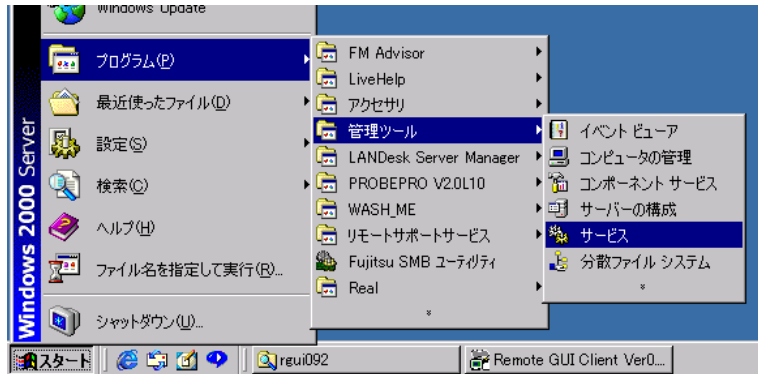

図 4-84 サービスダイアログの起動
**1** タスクバーの[スタート]をクリックし「プログラム」→「管理ツール」→「サービス」の順にクリックします(図 4-84)。